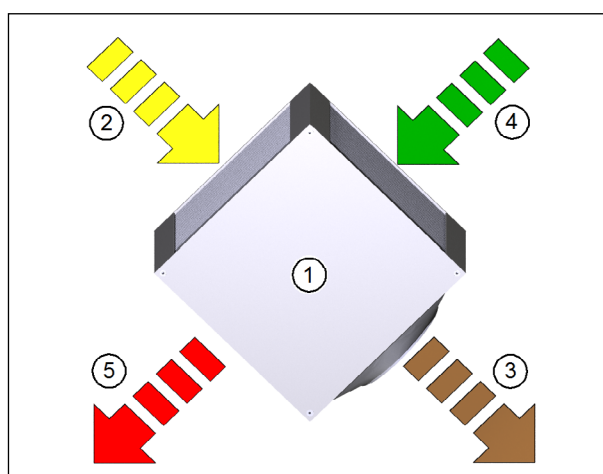

Fig. 9: Principe de fonctionnement de l'échangeur thermique à plaques à courant croisé
L'air repris, aspiré de l'intérieur (pos. 2 dans Fig. 9), est dirigé à travers les chambres de l'échangeur thermique à plaques à courant croisé (pos. 1 dans Fig. 9) et réchauffe ce dernier.
L'air repris refroidi est évacué vers l'extérieur en tant qu'air rejeté (pos. 3 dans Fig. 9) par l'intermédiaire du tuyau d'air rejeté. De l'air neuf froid est aspiré simultanément par l'intermédiaire du tuyau d'air neuf (pos. 4 dans Fig. 9), lequel sera dirigé par l'échangeur thermique à plaques, réchauffé par l'air repris. À ce sujet, l'air neuf se réchauffe. Des circuits séparés pour l'air repris et l'air neuf empêchent ainsi que ceux-ci ne se mélangent.
L'air neuf réchauffé est amené à l'intérieur en tant qu'air fourni (pos. 5 dans Fig. 9).